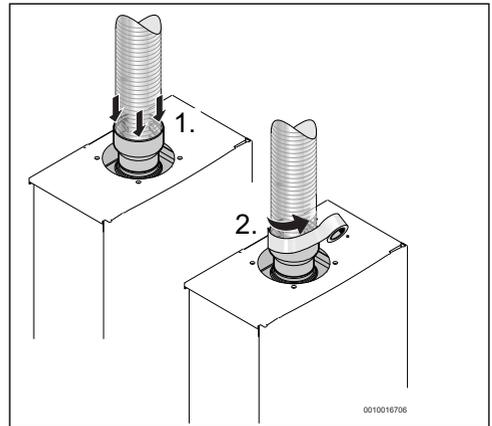

Fig. 21
- Isolation avec isolant approprié (fig. 21)